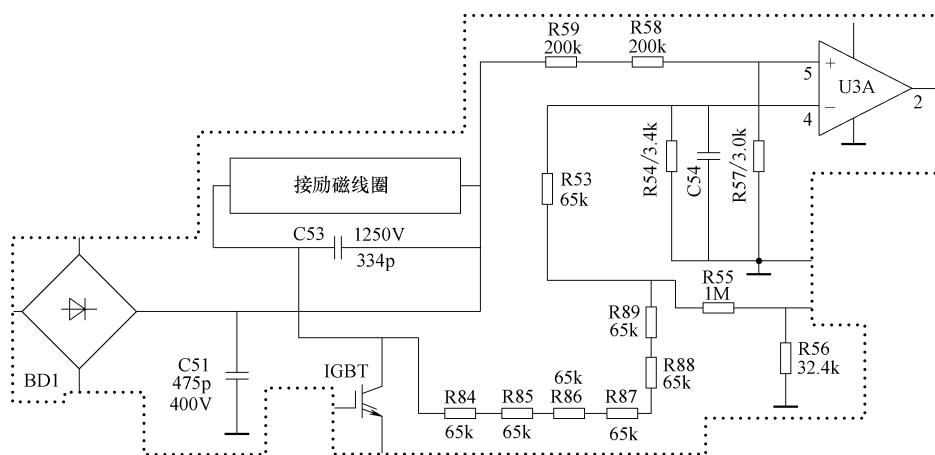

图 4-120 同步电路截图
**维修笔记** 尚朋堂品牌 SR-CH2008W 型电磁炉同步电路截图如图 4-120 所示，主要由 U3A 及外围元器件构成。从 BD1 整流 C51 滤波后经 R59、R58（200kΩ）、R57 分压给 U3A⑤引脚提供基准电压，当 IGBT 导通时发热线圈与 C53 构成振荡电路，经 R84 ~ R89、R53（64.9K）、R54 分压送入④引脚进行比较，②引脚输出比较电压与 VD 进行同步。